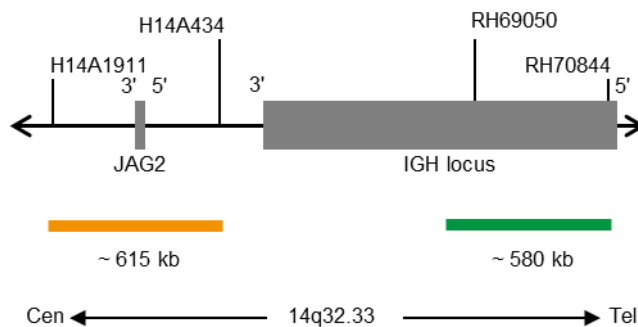

Abb. 1: SPEC IGH Sondenlokalisierung (nicht maßstabsgetreu)
- ZyGreen (Anregung 503 nm/Emission 528 nm) markierten Polynukleotiden (~10,0 ng/μl), die gegen Sequenzen in 14q32.33* (chr14:106,690,778-107,268,412) gerichtet sind, welche distal zur IGH-Bruchpunktregion lokalisiert sind (siehe Abb. 1).
- ZyOrange (Anregung 547 nm/Emission 572 nm) markierten Polynukleotiden (~4,5 ng/μl), die gegen Sequenzen in 14q32.33* (chr14:105,296,741-105,909,611) gerichtet sind, welche proximal zur IGH-Bruchpunktregion lokalisiert sind (siehe Abb. 1).